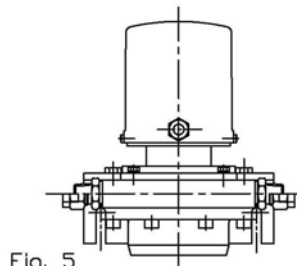

Fig. 5
2. Verschrauben Sie den Kolbenzähler in einer horizontalen Prozeßleitung gem. Abb. 5, 6, od. 7.